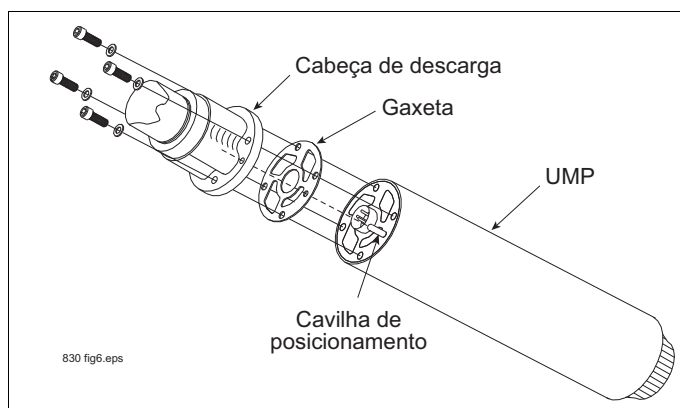

Figura 45. Parafusos e gaxetas da UMP
4. Remova a UMP antiga retirando os quatro parafusos que prendem a cabeça de descarga, conforme mostrado na Figura 45. Descarte a gaxeta e os fixadores antigos. Inspeção visualmente o conector do rabicho na cabeça de descarga; substitua-o se estiver danificado. Certifique-se de que a aba de indexação do rabicho esteja encaixada no entalhe da cabeça de descarga.